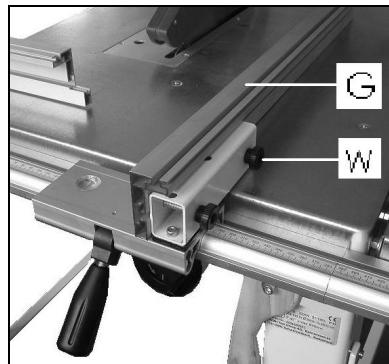

Fig 19
Montieren Sie die Anschlagschiene (G, Fig 19) mit 2 Schrauben und 2
-Das Schneiden von breiten Werkstücken mit stehender Anschlagschiene vornehmen (Fig 19).